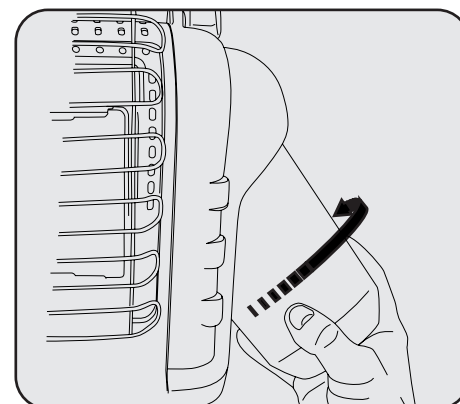

Figura 2
2. Gire el regulador externo para la instalación de tanque fácil. Tornillo 1 libra. cilindro de suministro de gas de LP disponible dextrórum (de fondo) en calentador portátil hasta de mano apretado. Ver la Figura 2. No use el sellador de hilo en esta unión.